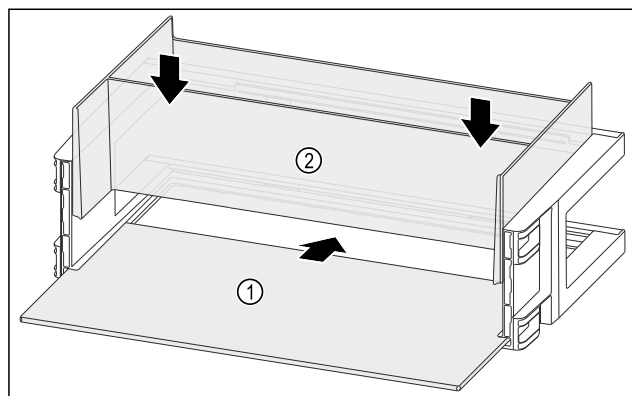

Fig. 98
- Odlagalno polico Fig. 98 (1) vstavite v stranske utore.
- Vstavite organizator Fig. 98 (2).